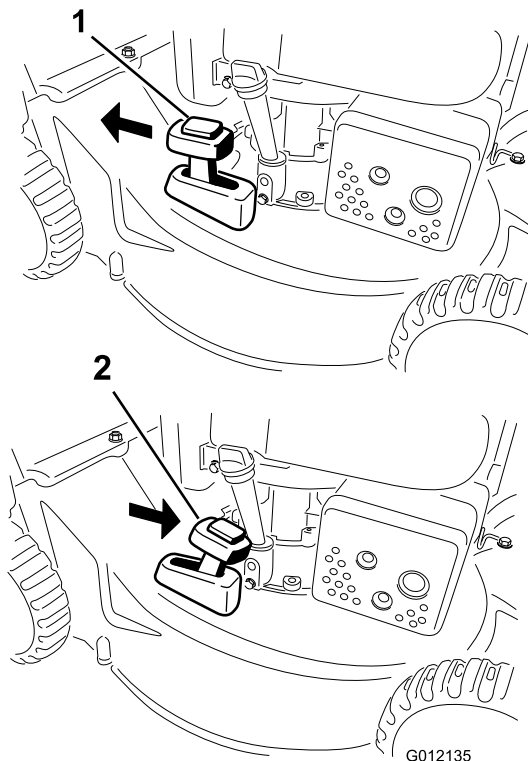

Figure 16
Pour recycler l'herbe coupée, placez le levier de ramassage sur demande en position RECYCLAGE (Figure 16).
2. Montez le bac à herbe ; voir Montage du bac à herbe \(page 11\) et amenez le levier de ramassage sur demande en position de RAMASSAGE, comme montré à la Figure 16.
Remarque: Si le bac à herbe est monté sur la machine, enlevez-le avant de procéder à l'éjection arrière de l'herbe coupée ; voir Retrait du bac à herbe \(page 12\). Le levier de ramassage sur demande doit être en position RAMASSAGE comme montré à la Figure 16.